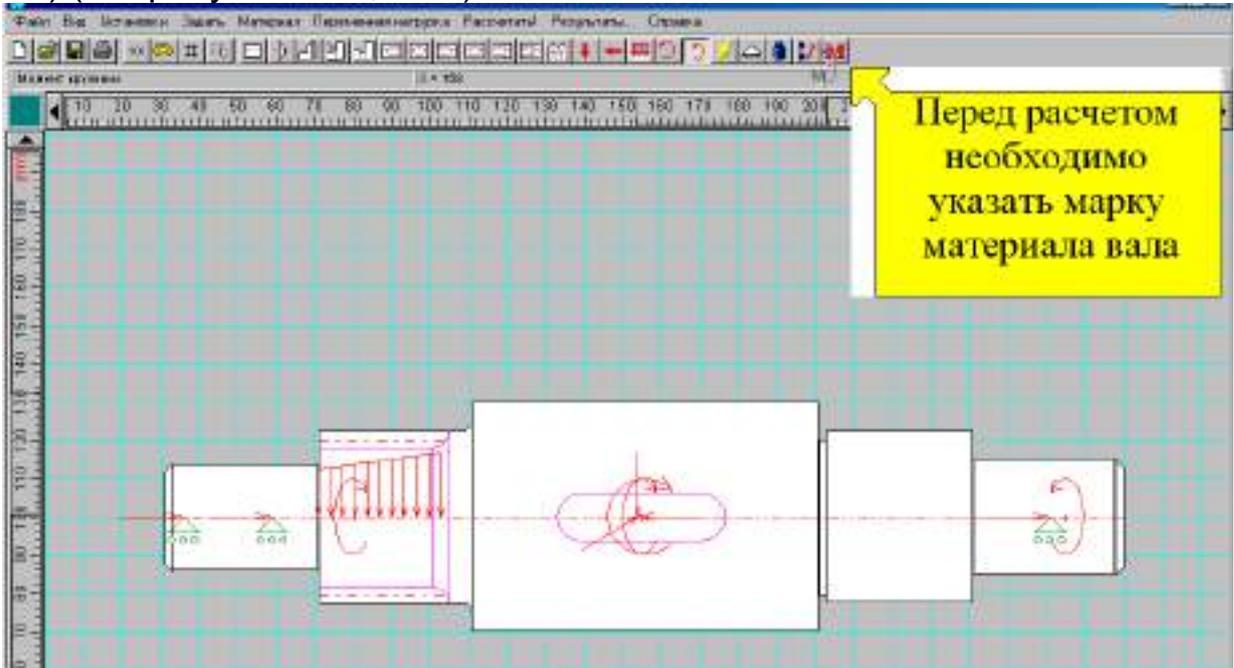

Рисунок 2.41
- ввести в диалоговом окне (команда **Материал - Параметры** **M**) (см. рисунок 2.41, 2.42).